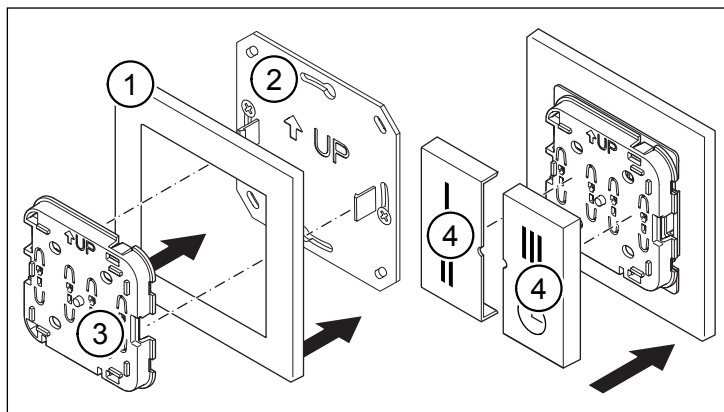

Abb. 4: Funktaster zusammenbauen
- ▶ Setzen Sie den Rahmen (Pos. 1 in Abb. 4) auf die Montageplatte (Pos. 2 in Abb. 4).
- ▶ Rasten Sie die Elektronikereinheit (Pos. 3 in Abb. 4) an den Rasthaken der Montageplatte ein. Beachten Sie, dass der Pfeil mit der Bezeichnung „UP“ immer nach oben zeigt.
- ▶ Setzen Sie die beiden Taster (Pos. 4 in Abb. 4) auf die Elektronikereinheit auf.